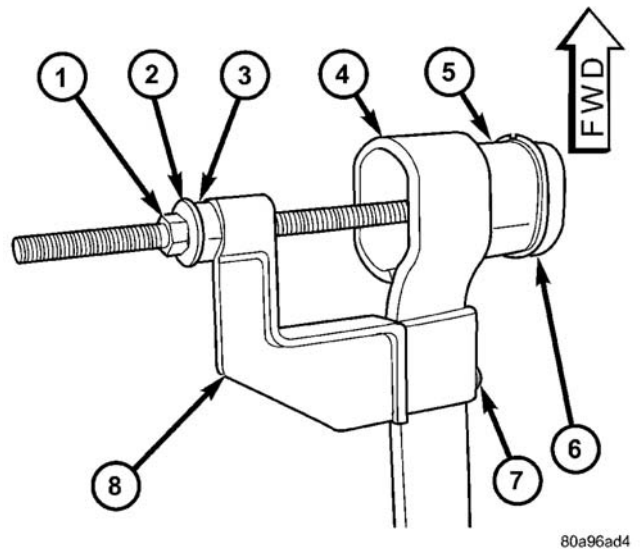

图 6 为安装衬套而安装的工具 8459
(1) 用手在板簧吊耳的左侧安装新的衬套。
(2) 按照图示（图 6）在板簧和衬套上安装拆卸器 / 安装器（专用工具 8459），紧固将安装器板（8459-3）固定到工具螺纹轴的固定螺钉。
(3) 紧固螺母（图 6），安装弹簧吊耳内的衬套。紧固螺母直至衬套凸缘和弹簧吊耳之间约有 1 mm 的间隙为止。不要相对弹簧吊耳将衬套凸缘拧到底。
(4) 从衬套和板簧上卸下拆卸器 / 安装器。
(5) 向外弯曲衬套上的止动凸片，以抵住弹簧吊耳。